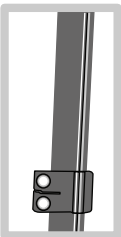

図 6
3. レールカラーをレールの端に配置します。まだ締めないでください。自転車にレールカラーが付いている場合は、最後尾のレールに取り付けられていることを確認しましょう (図6)